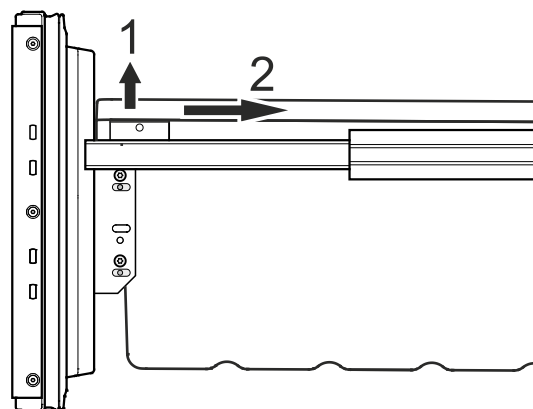

Figure 24
- Désenclipser les coins gauche et droit du récipient en le tirant vers le haut (1) - **Figure 24.**
- Pousser le récipient vers l'arrière (2) - **Figure 24.**
- Retirer les récipients des tiroirs du compartiment congélateur comme aux **Figures 24** et **25**.